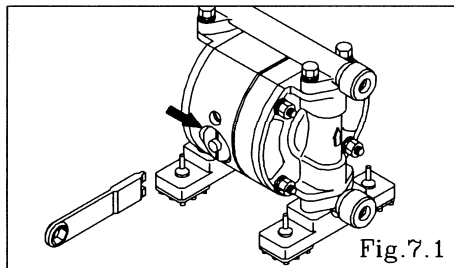

Fig.7.1
- ・ キャップ・ディスク回し（専用工具：部品番号 771132）を使用してキャップを取り外す。[Fig.7.1]